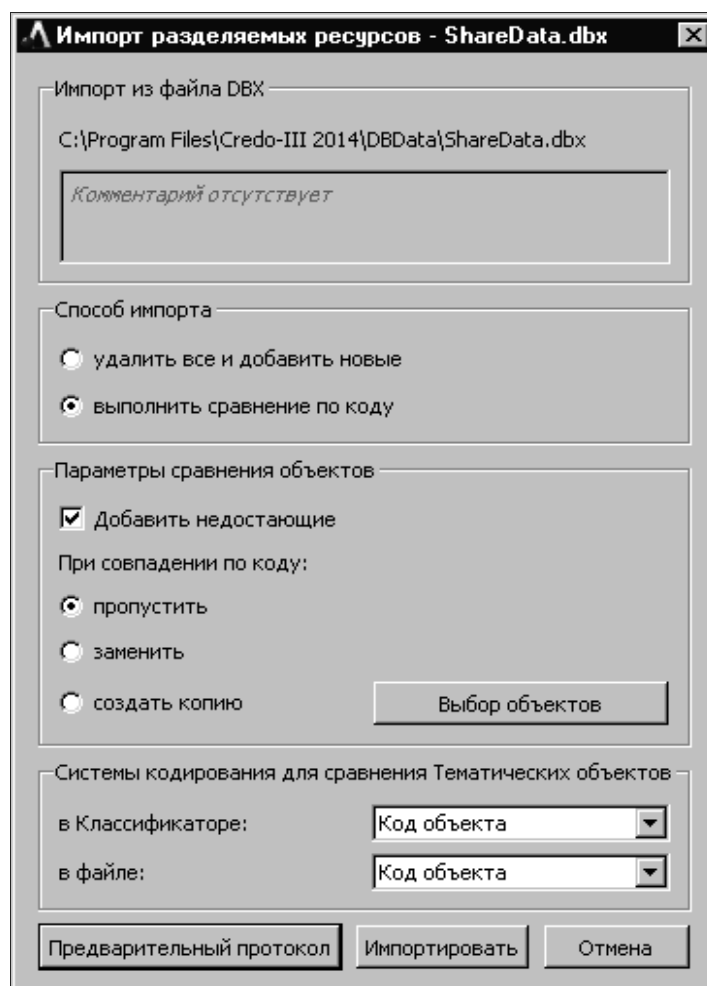

Рис. 1.3. Импорт разделяемых ресурсов
4. После чтения файла DBX открывается диалог **ИМПОРТ РАЗДЕЛЯЕМЫХ РЕСУРСОВ** (рис. 1.3).
Для выполнения импорта выберите способ импорта **УДАЛИТЬ ВСЕ И ДОБАВИТЬ НОВЫЕ** и нажмите кнопку **ИМПОРТИРОВАТЬ** (рис. 1.3).